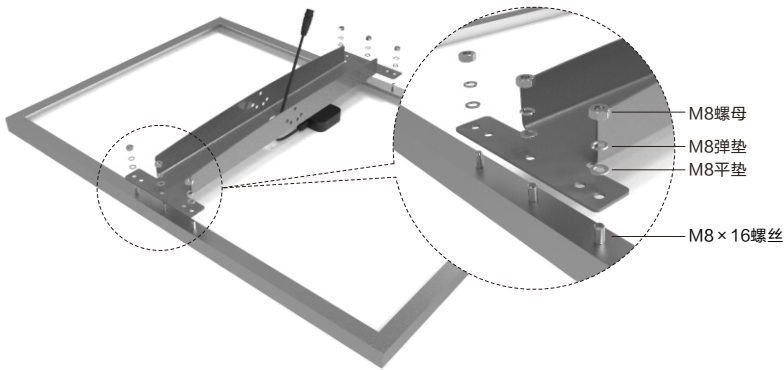

图1
- 1 先将U型支架固定于太阳能板边框上，如图1所示，所用配件螺丝为M8×16螺丝，M8螺母，M8弹垫，M8平垫。